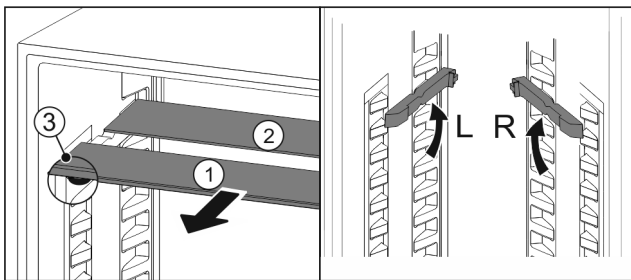

Fig. 127
- ▶ Glasplaten afzonderlijk vanaf de voorkant eruit trekken Fig. 127 (1).
- ▷ Glasplaat Fig. 127 (1) met sierlijst licht voor.
- ▷ Stops Fig. 127 (3) zijn naar onder gericht.